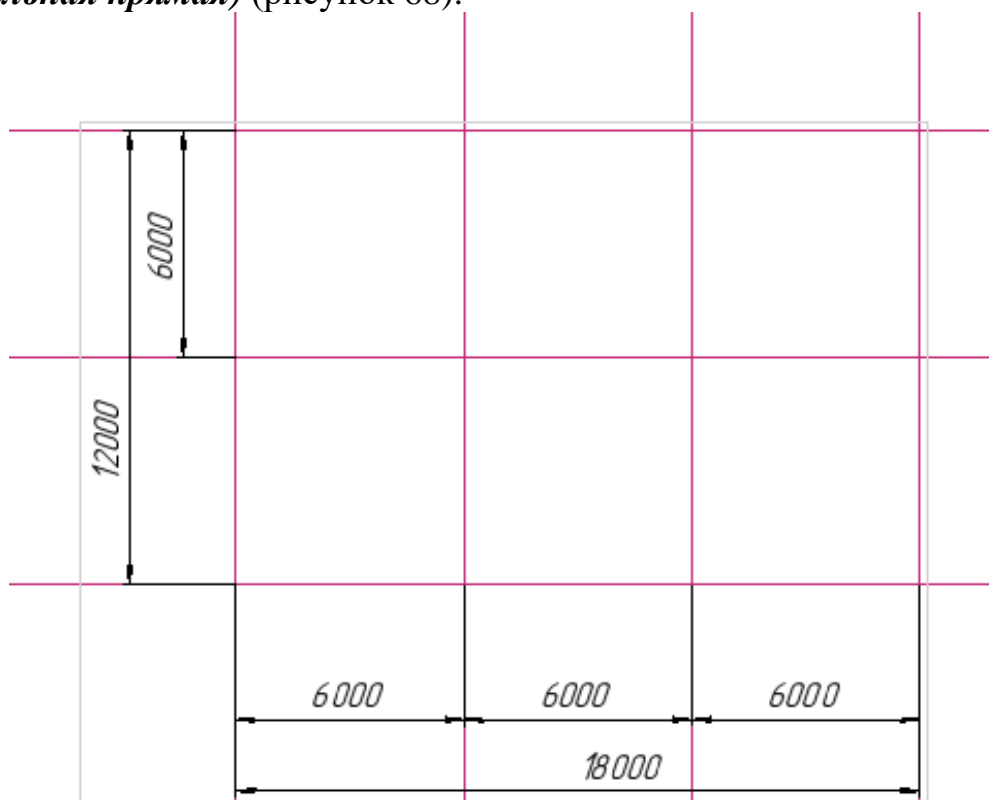

Рисунок 68.
4. **Координатная сетка и стены.** Построить в центре листа по размерам горизонтальные и вертикальные вспомогательные прямые для построения сетки будущего плана. На инструментальной панели **Геометрия**, активизируйте **Вспомогательная прямая - Горизонтальная прямая (Вертикальная прямая, Параллельная прямая)** (рисунок 68).